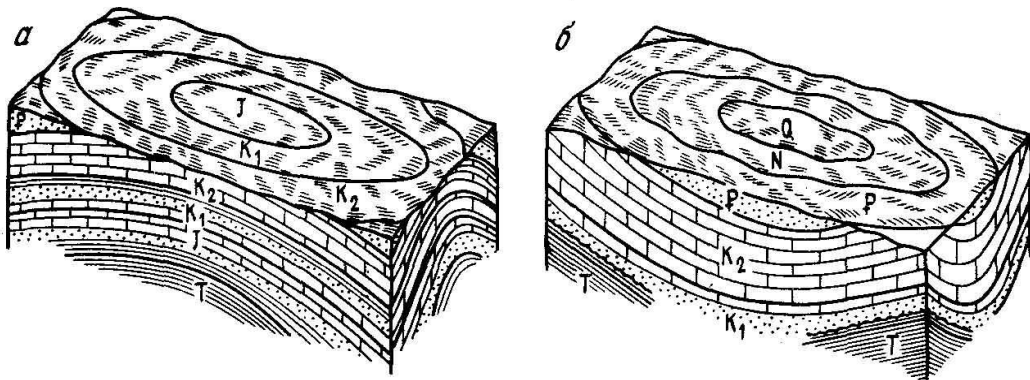

Рис. 4 - Антиклинальная (а) и синклинальная (б) складки
*Антиклинальными* называются выпуклые складки, в которых пласты падают в противоположные стороны, а в центральных частях залегают более древние породы, чем на периферии (рис. 4, а). *Синклинальными* называются вогнутые складки, в которых пласты падают навстречу друг другу, а в центральных частях располагаются более молодые породы, чем на периферии (рис. 4, б).